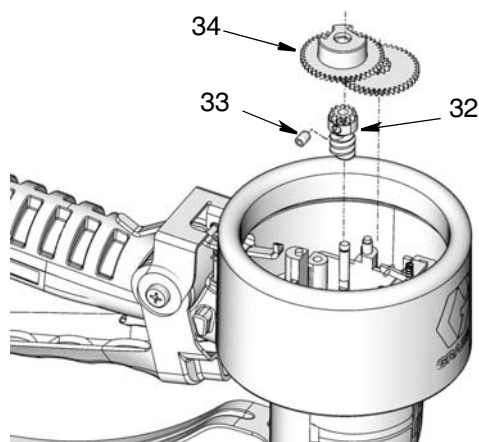

FIG. 29
- Avec une clé hexagonale de 2 mm, déposez la vis sans tête (33) des roues dentées. Déposez les roues dentées (32, 34) (FIG. 29).